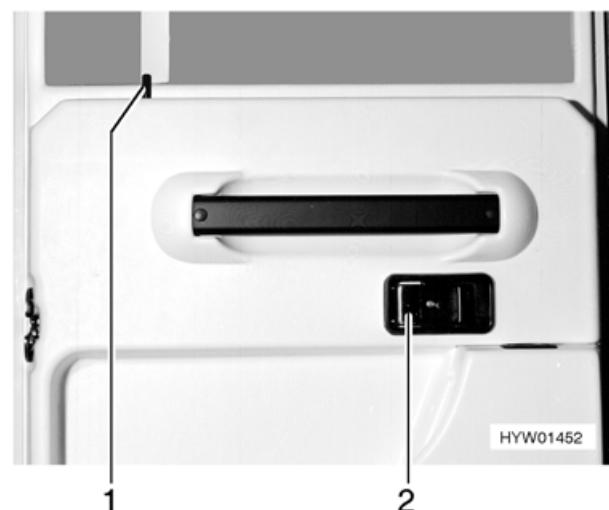

Bild 19 Türschloss Fahrertür, innen
- Am Griff (Bild 19,2) ziehen. Das Türschloss wird entriegelt.
- Sicherungsknopf (Bild 19,1) nach unten drücken.